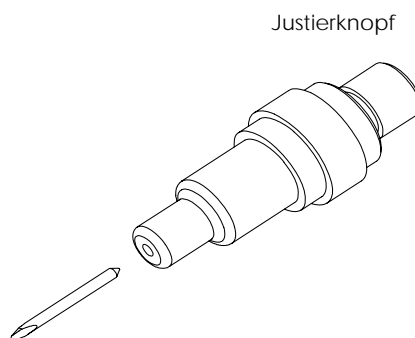

ABBILDUNG 1-9
1. Führen Sie die Messerklinge, wie in Abbildung 1-9 dargestellt, mit Hilfe einer Pinzette in die Messerhalterung ein.